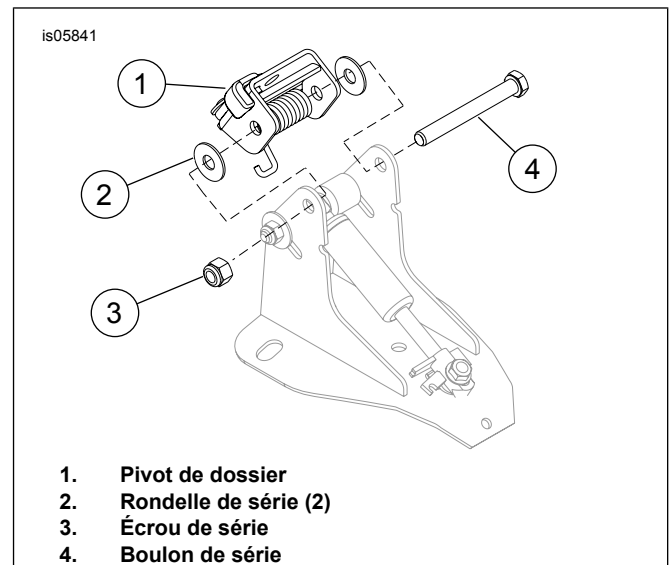
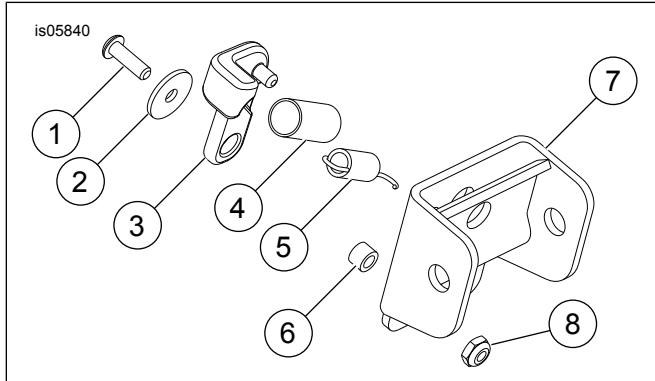

Figure 1. Installer le pivot de dossier
Figure 2. Pièces de rechange : Kit de réparation du pivot
Voir Figure 2 et Tableau 1.
2. Voir Figure 1. Déposer l'écrou (3). Le conserver pour l'installation.
3. Noter l'orientation du ressort et déposer le boulon (4) et les rondelles (2). Les conserver pour l'installation.
4. Déposer le pivot de dossier (1).
1. Voir Figure 1. Installer le nouveau pivot de dossier (1) du kit.
2. Installer le boulon (4) à travers le support de dossier et le pivot de dossier et s'assurer que le ressort est correctement installé et que les deux rondelles (2) sont insérées entre le support de dossier et le pivot de dossier.
3. Installer l'écrou (3). Serrer jusqu'à ce que le filetage du boulon soit exposé.
4. Voir Figure 2. Pousser le levier de débrayage (3) et vérifier que le pivot tourne librement.